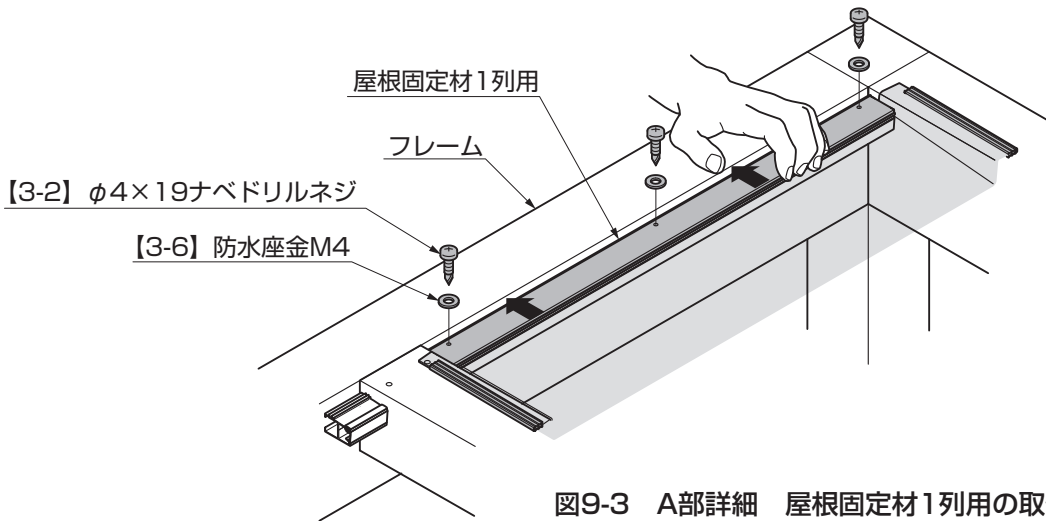

図9-3 A部詳細 屋根固定材1列用の取付け
- ① 屋根固定材 1列用をフレーム側に引寄せながら [3-2]、[3-6] で取付けてください。(図9-3参照)